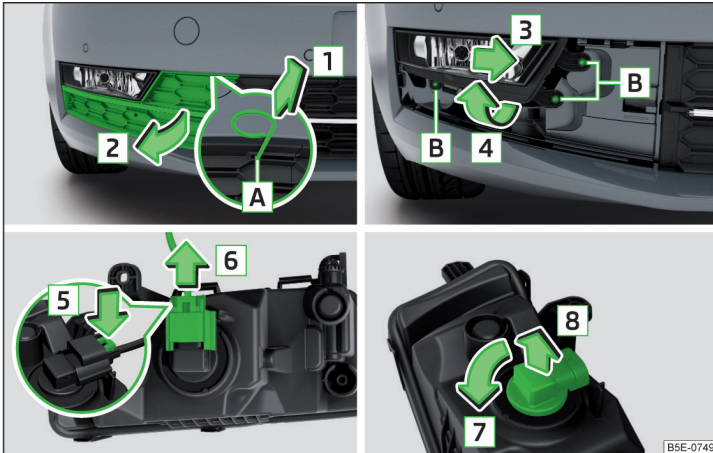

Abb. 360 Nebelscheinwerfer herausnehmen / Glühlampe wechseln - Variante 1
- › In die Öffnung **A** » Abb. 360 den Bügel zum Abziehen der Radvollblenden einführen.
- › Den Nebelscheinwerfer entgegen der Pfeilrichtung **4** » Abb. 360 einsetzen, entgegen der Pfeilrichtung **3** verschieben und festschrauben.